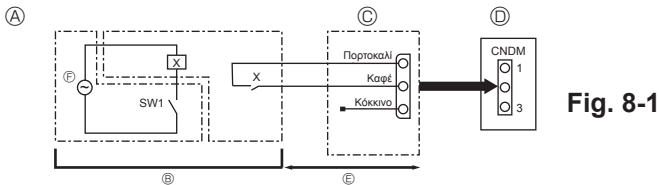

Fig. 8-1
8.1. Λειτουργία με χαμηλότερα επίπεδα θορύβου (επιπότου τροποποίηση) (Fig. 8-1)